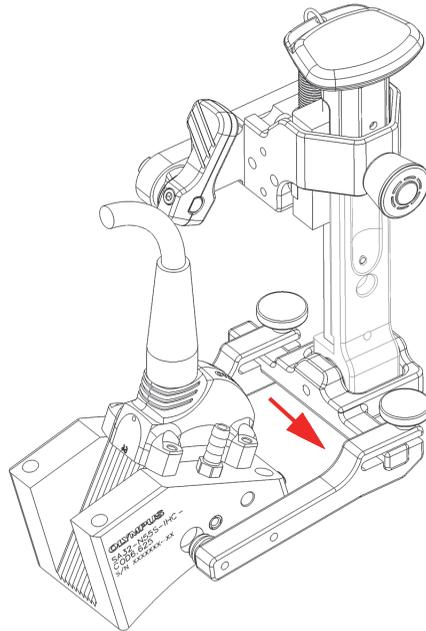

図 2-18 ヨークアームのスライド
1. ヨークアームのつまみネジを緩めてから、ヨークアームの一方をヨークピボットビームの先端まで外側に向かってスライドさせます (47 ページの図 2-18)。